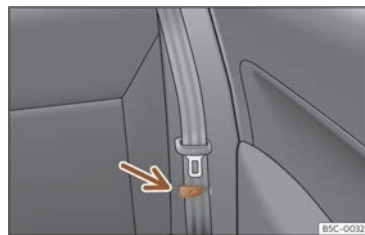

Fig. 89 Siège arrière : pince pour attacher la ceinture de sécurité.
- Placez les ceintures de sécurité latérales dans la pince du revêtement >>> **fig. 89**.